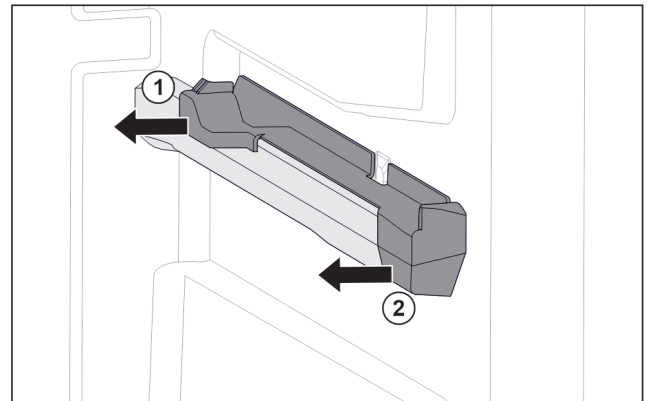

Fig. 102 Aufsteckteil auf der rechten Behälterrippe
- Aufsteckteil hinten zur Seite abziehen. Fig. 102 (1)
- Aufsteckteil vorne zur Seite abziehen. Fig. 102 (2)